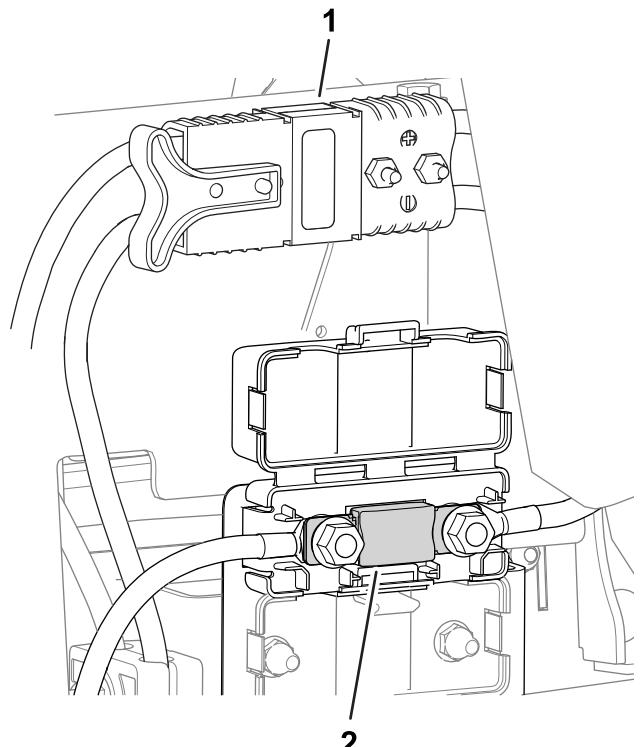

図 49
- 回路保護用のヒューズは主電源コネクタの下にあります図 49。